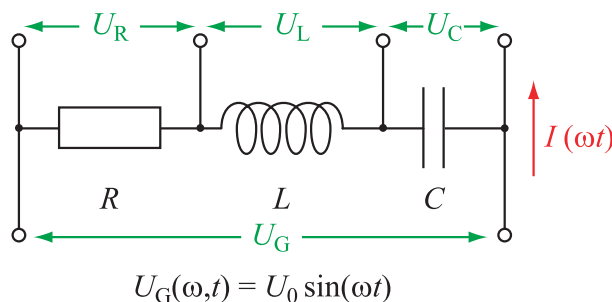

Abbildung 2.7: zu Aufgabe 9: Serienschaltung von R, L und C
9. Bei der Serienschaltung von Spule, Kondensator und Widerstand (siehe Abb. 2.7) erhält man den Gesamtwiderstand  $Z$  durch Addition der einzelnen komplexen Widerstände. Belegen Sie
3. Messen Sie im Serienschwingkreis (siehe Abb. 2.7, mit den Werten  $R = 10\Omega$ ,  $L = 0,1\text{ H}$ ,  $C = 0,47\mu\text{F}$ ) die Spannung  $U_C$  am Kondensator als Funktion der Frequenz  $f$  und bestimmen Sie daraus die Resonanzfrequenz  $f_0$  sowie die Güte  $Q$  des Schwingkreises. Vergleichen Sie die experimentellen Werte mit den theoretisch berechneten.
6. Geben Sie Weißes/Rosa Rauschen an den Eingang des Serienschwingkreises (siehe Aufgabe 3 und Abb. 2.7). Beobachten Sie den Frequenzverlauf am Spektrumanalyser. Variieren Sie die frequenzbestimmenden Werte des Bandpasses und treffen Sie eine Aussage über die daraus resultierenden Eigenschaften des Frequenzverlaufes. Verwenden Sie dabei die Fachbegriffe